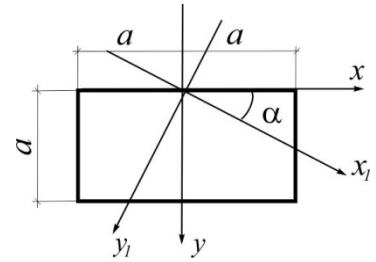

Рис.3.36
**3.36. Показать, что при любом  $\alpha$  оси  $x_1$  и  $y_1$  являются главными (рис.3.36).**